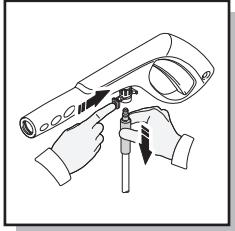
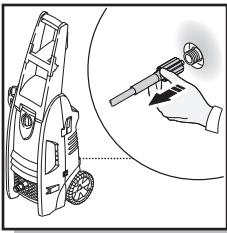

Fig. 22
Fig. 23
- Quite manga alta de presión del fusil de rocío (Fig. 22) y destornille el otro fin de la manga alta de la presión de la arandela del poder (Fig. 23).